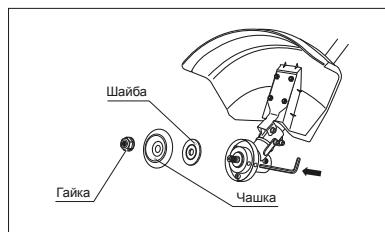

рис. 5
- Совместите отверстия в чашке редуктора и фланцевой шайбе. Вставьте металлический стопорный стержень или шестигранный ключ из комплекта в отверстия чашки редуктора и фланцевой шайбы. Вращая гайку по часовой стрелке, снимите ее, а также чашку и шайбу со шпинделя редуктора (рис. 5).